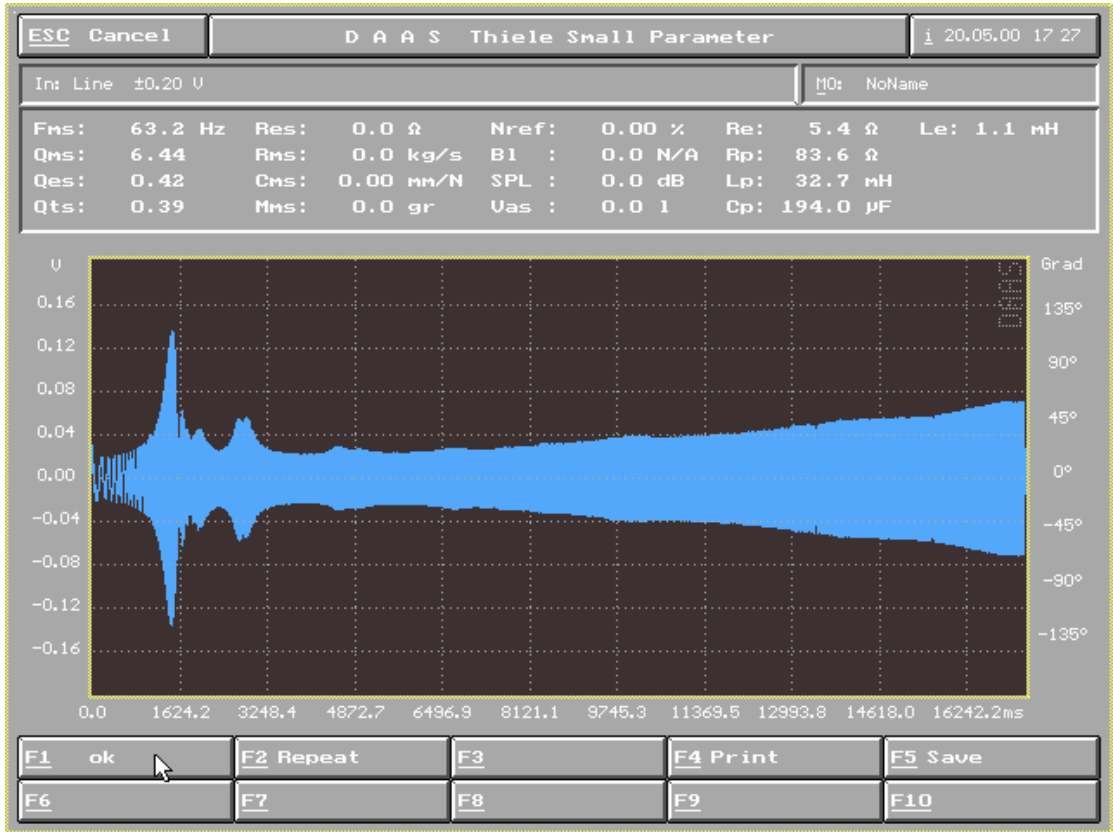
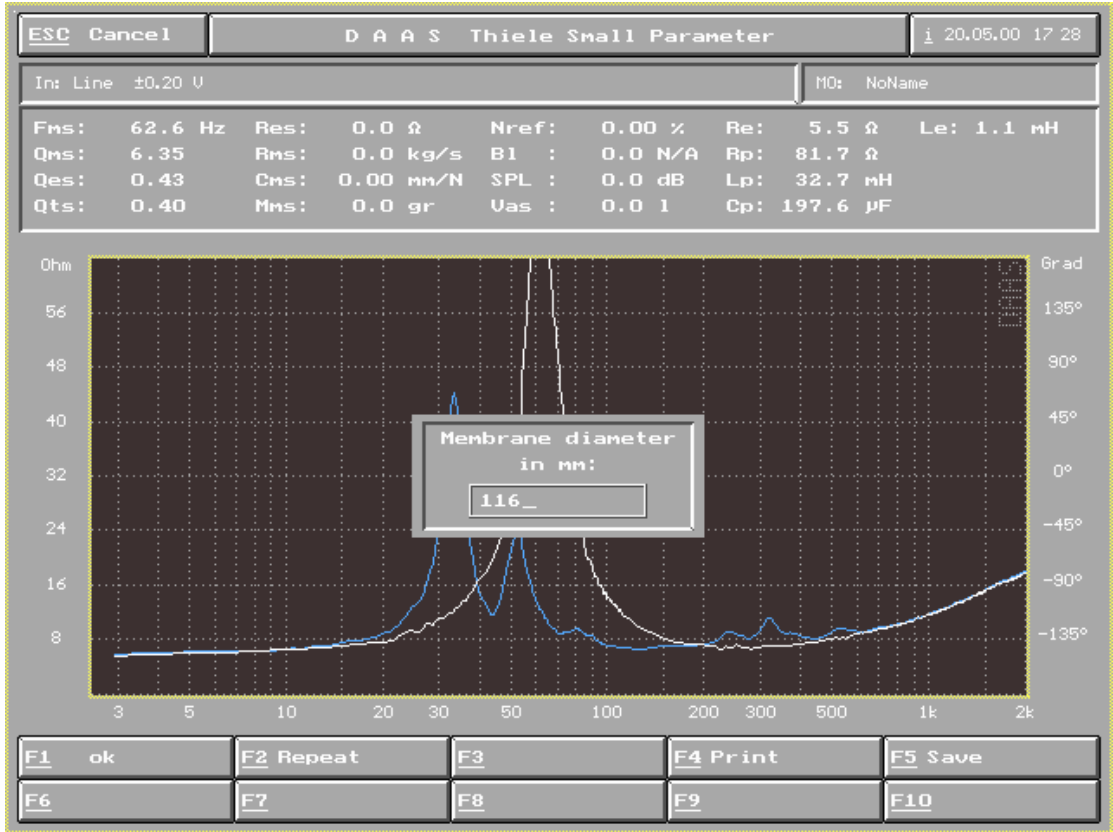

图 31
图 32
- 9) 选择 F 1 OK (图 31) 后，在中央询问菜单中依次填入扬声器有效的振动直径及附重的重量后按回车键确定 (图 32)